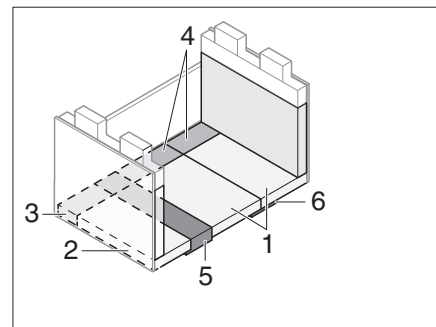

Fig. 198 Después de la transformación
- Colocar cojín del asiento, cojín del respaldo y cojín adicional como se muestra en Fig. 198.
-  ▷ Para lograr un mayor confort de reposo, se puede quitar el relleno del cojín del respaldo (Fig. 198,2).